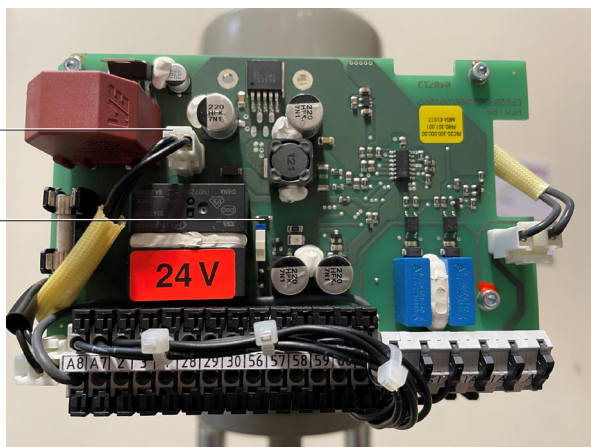

Fig. 32 -
- Identifier et débrancher la fiche du supercondensateur de la carte du module d'arrêt (figure 32).